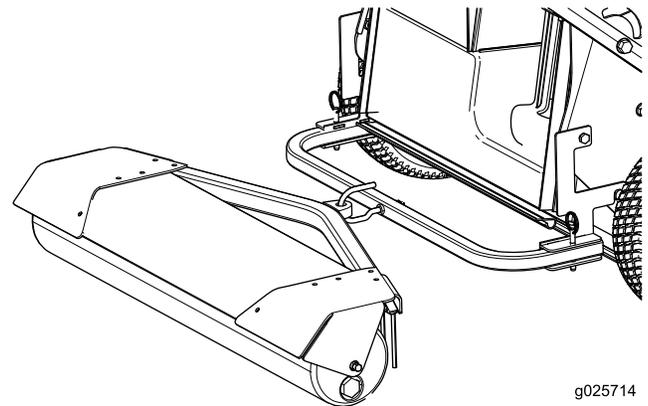

Figura 4
7. Conecte el rodillo del accesorio de rayado al gancho (Figura 4).